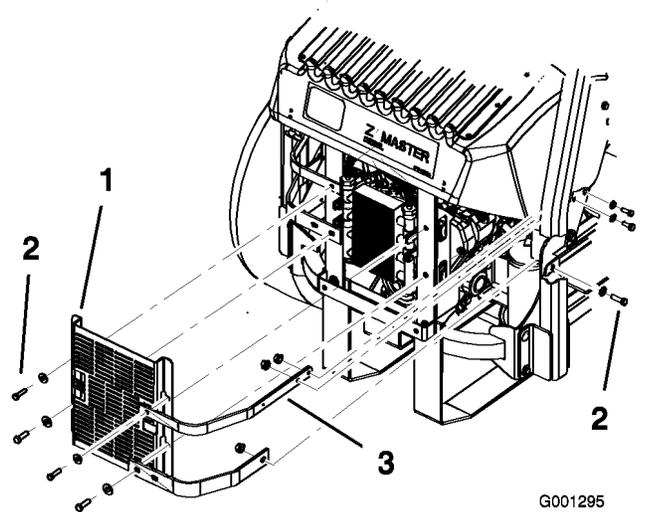

Figure 61
- Enlevez les 4 boulons qui fixent l'écran du refroidisseur d'huile au bâti arrière (Figure 61).
- Enlevez les 3 boulons qui fixent les barrettes du moteur au côté de la machine (Figure 61).
12. Montez l'écran du refroidisseur d'huile et les barrettes du moteur sur le bâti arrière au moyen des 4 boulons retirés précédemment (Figure 61).
13. Fixez les barrettes du moteur au côté de la machine (Figure 61).